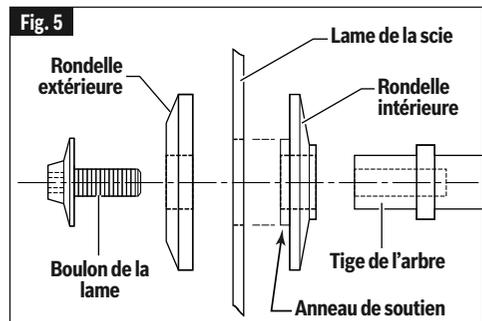

Fig. 5
5. Retirez le boulon de fixation de la lame et la rondelle extérieure. Saisissez la lame avec précaution. Faites glisser la lame dans le sens opposé à la rondelle intérieure et faites-la sortir de la tige de l'arbre, puis abaissez-la et positionnez-la à distance de la scie. Laissez la rondelle intérieure sur la tige de l'arbre (voir Fig. 5).